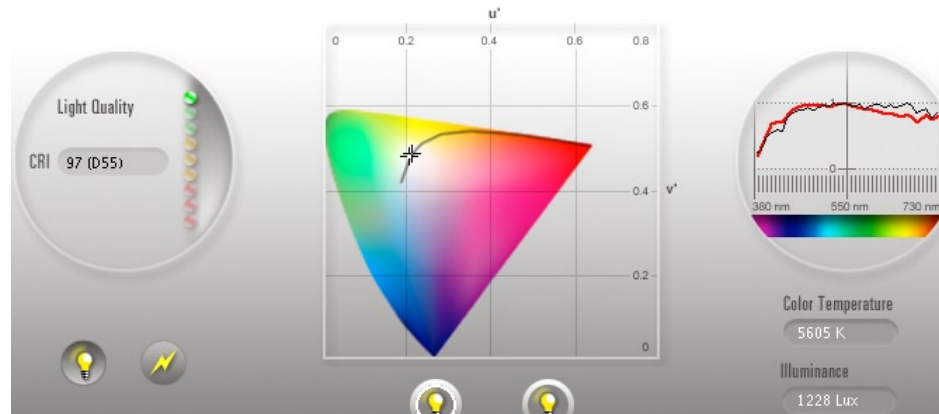

Abb. 9: Tageslicht an meinem nach Osten liegenden Bürofenster (trüber Tag)
8. Ein Klick auf *Proceed* startet den eigentlichen, vollständig automatisch ablaufenden Kalibrierungsvorgang. Dieser Prozess dauert etwa 8 Minuten. Dabei lässt sich über die Anzeige verfolgen, wie sich die Werte des Monitors durch die automatischen internen Anpassungen den zu Beginn gewählten Zielwerten annähern (siehe Abb. 9 auf Seite 27).
Abb. 9: ColorNavigator gibt beim Kalibrieren Farbflächen aus, vermisst sie mit dem Colorimeter, justiert intern nach und vermisst neu, bis die Zielwerte erreicht sind. In dieser Anzeige kann man diesen Zyklus verfolgen.